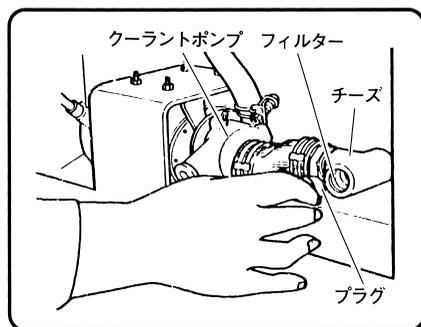

図42
- ② プラグをゆるめ、チーズからフィルターを抜き取ります。（図42）
- ③ フィルターを石油や水にひたし、やわらかいブラシでよく洗い、つぎに水道等の流れ落ちる水でよく洗います。
- ④ フィルターを洗浄後チーズへ取付けます。この時、プラグは切削液が洩れないよう十分締付けてください。